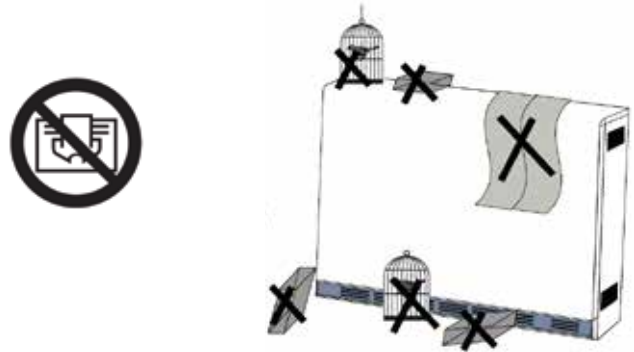

Abb. 1.1: Warnaufkleber auf dem Wärmespeicher
**Decken Sie den Wärmespeicher nicht ab! (Abb. 1.1)**